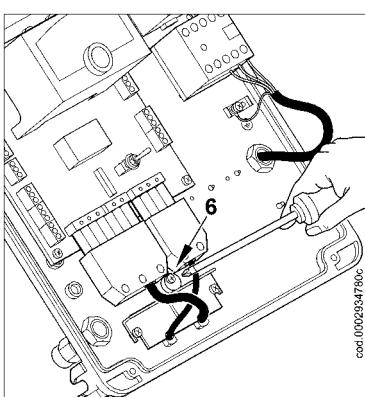

Рисунок 3
- 3) Поместите кабельный зажим, как указано на рис. 3. Поверните эксцентрик (6) так, чтобы пластина зажима оказала должное давление на два кабеля, теперь можно затянуть винты, фиксирующие пластинку зажима. Соедините два разъема: 7-штырьковый и 4-штырьковый.
- 5) Для правильного расположения прозрачного окошка на щите поступайте в соответствии с рисунком 5: поместите крюки в соответствующие гнезда (9), продвиньте окошко в направлении, указанном стрелкой, пока не услышите легкий щелчок. Теперь обеспечено должное уплотнение.